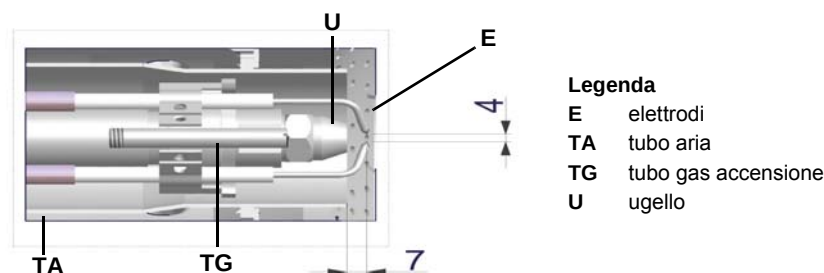

Fig. 31
ATTENZIONE: per non compromettere il funzionamento del bruciatore, evitare il contatto degli elettrodi con parti metalliche (testa, bocchaglio, ecc). Controllare la posizione degli elettrodi dopo ogni intervento di manutenzione sulla testa di combustione. Controllare, inoltre, che l'ugello sia allineato con l'estremità del tubo dell'aria **TA** - vedi Fig. 31).
4.5 Attenzione: per regolare la posizione dell'ugello rispetto al tubo dell'aria (Fig. 31), agire sulla vite **VU**, dopo avere bloccato la vite **VL** (figura sotto). **Regolazione posizione degli elettrodi e dell'ugello**
Regolare la posizione degli elettrodi e dell'ugello, rispettando le quote indicate in Fig. 31.